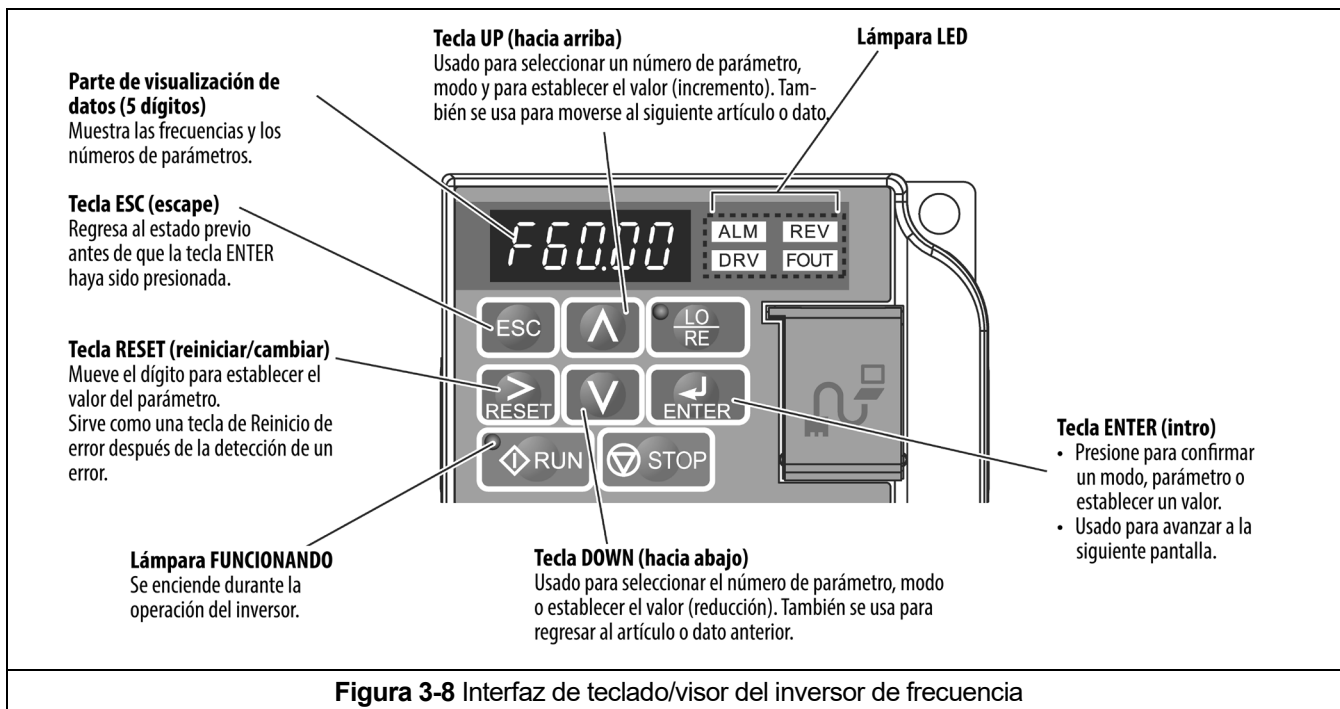

Figura 3-8 Interfaz de teclado/visor del inversor de frecuencia
- Consulte la **Figura 3-8**
- Consulte la **Figura 3-7** y la **Figura 3-8**.
- Instale el cable blanco y el cable negro del cable de suministro de energía en la ubicación terminal C1 del DPC, según se muestra en la **Figura 3-8**.
- Instale el cable de conexión a tierra del cable de suministro de energía, según se muestra en la **Figura 3-8**.
- 3.6.4 El inversor de frecuencia se controla mediante una interfaz de teclado/visor. Consulte la **Figura 3-8** para obtener más información sobre las funciones y descripciones de la interfaz de teclado/visor.